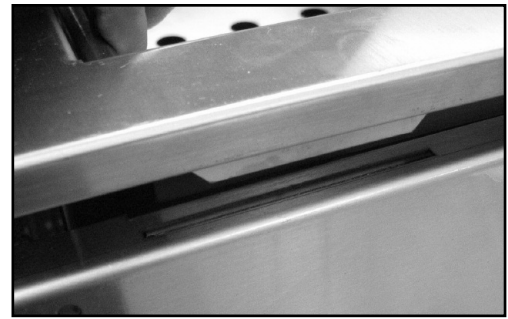
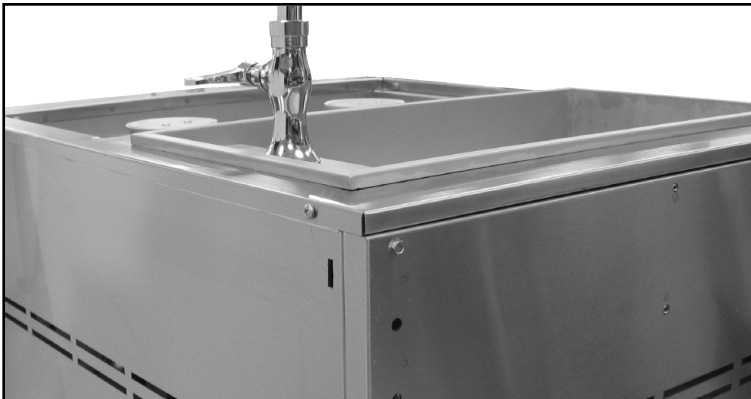

Fig. 44
Fig. 45
C. Positionner les pattes sur la console latérale pour rentrer dans les fentes sur la desserte (faire attention au points de pincement) (Fig. 44 -46). Une fois terminé, le rebord de réception doit être à fleur du dessus de la desserte (sans écart) (Fig. 45).